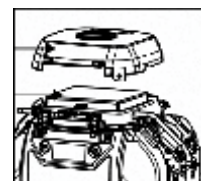

Рисунок 6
- Снимите защитный экран воздушного фильтра и вытащите фильтр (Рис. 6).